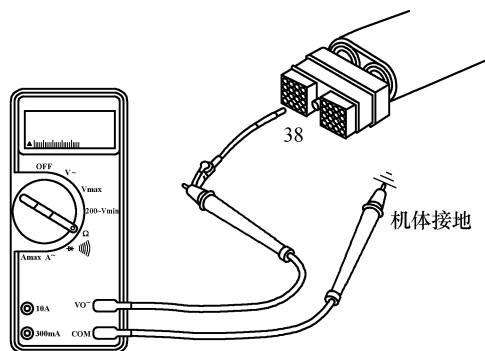

图 5-116 测量触针 38 与机体间的电压
③ 打开钥匙开关，测量 ECM 插头触针 38 与机体间的电压(图 5-116)，应为蓄电池电压。